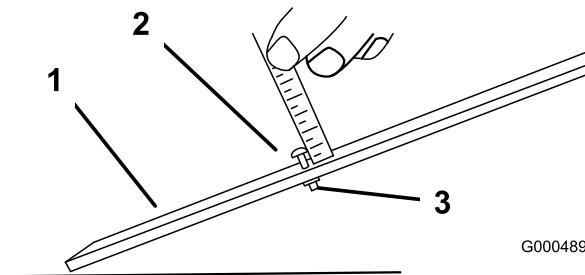

Bild 15
2. Lösen Sie die Mutter an der Messlehre und stellen Sie die Einstellschraube für die Höhe auf die gewünschte Schnitthöhe ein (Bild 15). Der Abstand zwischen dem unteren Ende des Schraubenkopfs und der Stirnseite der Messlehre ist die Schnitthöhe.